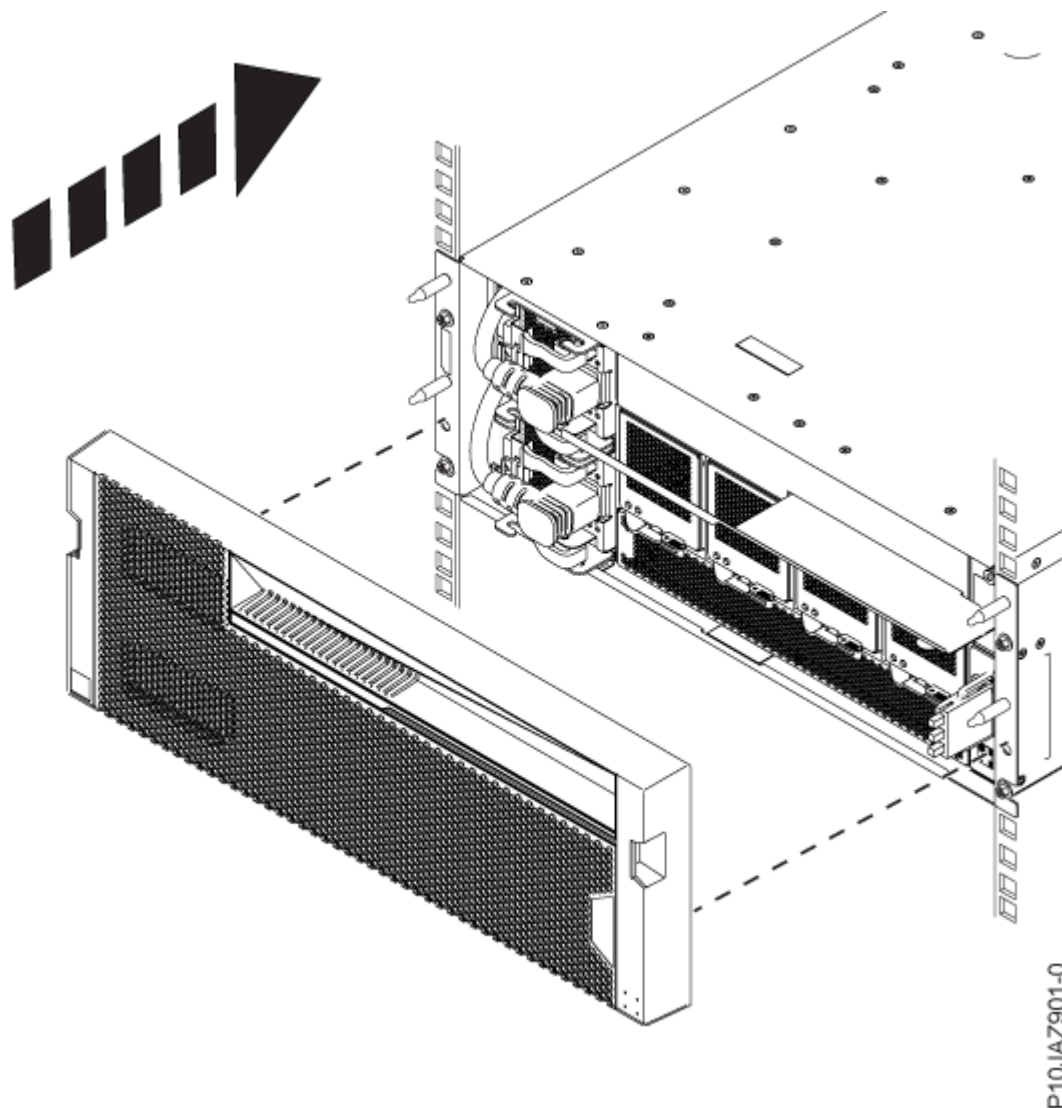

Figura 10. Instalando a Tampa
- a) Alinhe a tampa **(A)** com os quatro pinos na parte frontal da gaveta **(B)** e pressione-a no lugar, conforme mostrado em Figura 10 na página 15.